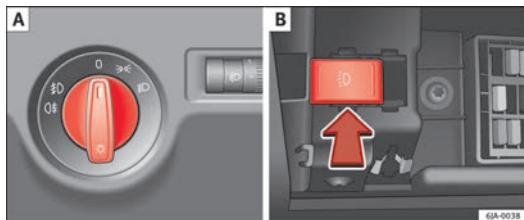

Fig. 55 Cuadro de instrumentos: Mando de las luces / Fusibles: Mando para las luces de marcha diurna
La ubicación de mandos de control de los coches **con dirección a la derecha** difiere parcialmente de la ubicación mostrada aquí ⇒ **fig. 55** ⇒ página 96. Sin embargo, los símbolos que indican las respectivas posiciones de los mandos siguen siendo iguales.
- Gire el mando de las luces → fig. 55  hasta la posición ➤.
- Gire el mando de las luces → fig. 55  hasta la posición 0.
Gire el mando de las luces → fig. 55  ⇒ página 96 hasta la posición 0.
- Pulse la tecla → fig. 55  ⇒ página 96 **hacia la derecha**.
- Pulse la tecla → fig. 55  ⇒ página 96 **hacia la izquierda**.
- Gire el mando de luces $\Rightarrow$ fig. 55  $\Rightarrow$ página 96 hasta la posición  y bloquee el vehículo.